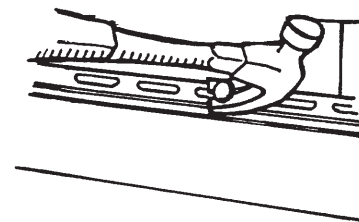

Figura 77.
- Doble cuidadosamente el panel superior para sacarlo. Saque los clavos del panel dañado y quítelo (Figura 77).